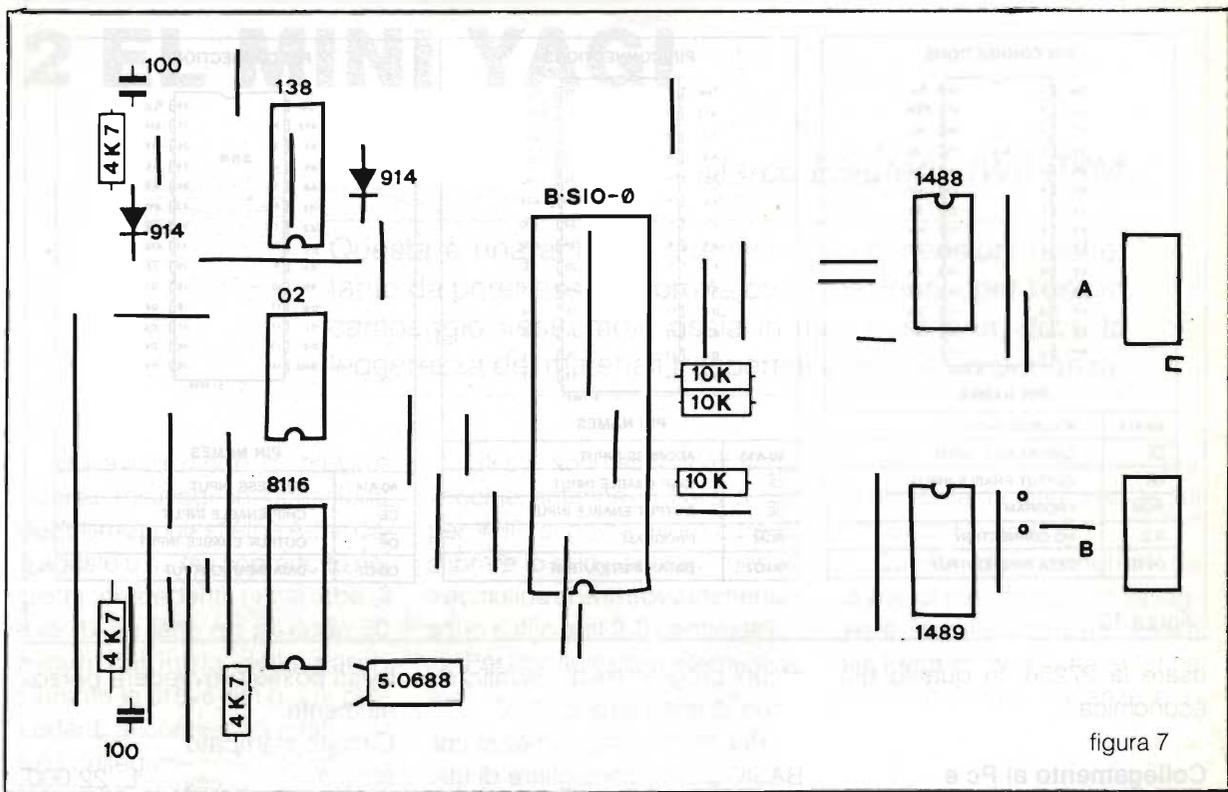

figura 7
o il PC, mentre il 2° port (B) serve per collegarsi ad altri dispositivi esterni tipo programmatore di eprom, altro PC, schede varie ecc... Nella figura 7 è visibile il lato componenti della seriale e nella figura 8 la disposizione dei pin del SIO.